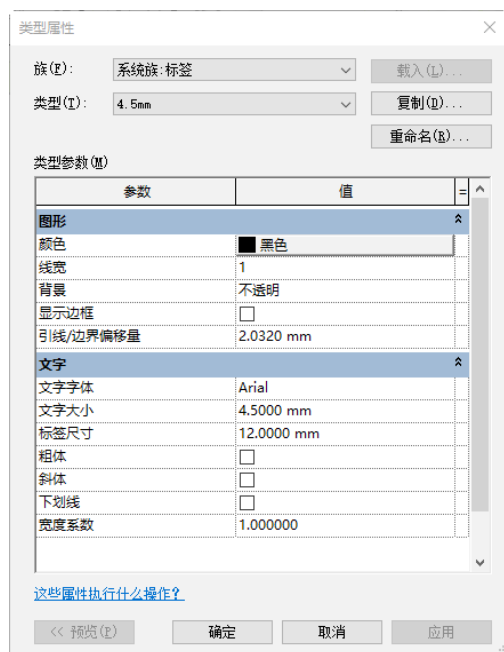

图 3-7 “类型属性”对话框
(7) 选中标签，单击“编辑类型”按钮, 打开如图 3-7 所示的“类型属性”对话框，单击“复制”按钮，打开“名称”对话框，输入名称为“2.5mm”，单击“确定”按钮，返回“类型属性”对话框。